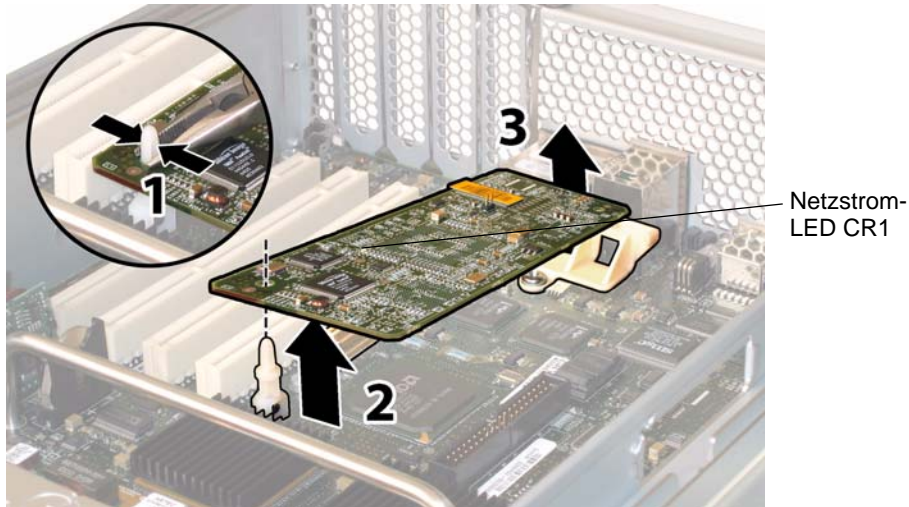

ABBILDUNG 4-30 Ausbauen der GRASP-Platine
4. Drücken Sie den aus der Karte herausragenden Abstandshalter aus Kunststoff zusammen, um die Sicherungslaschen zu entsperren. Siehe ABBILDUNG 4-30.